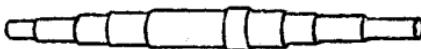

图1-8 电动机的机轴
**机轴：**一般是用中碳钢加工而成的。转子铁心就套在机轴上。机轴能支持转子，使转子在定子内腔均匀地旋转，并传导电动机所输出的转矩（如图1-8）。